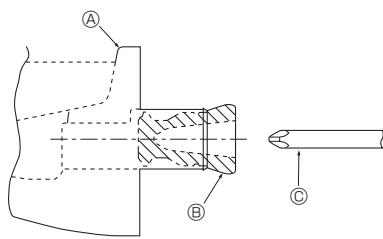

Fig. 5-1
- Vergewissern, daß in die Rohrleitung auf der linken Seite der Gummistopfen in den Auslauf rechts eingesetzt ist. (Fig. 5-1)
- ④ Auslaufpfanne
- ⑤ Stopfen
- ⑥ Schraubendreher etc. tief in den Stopfen einführen.